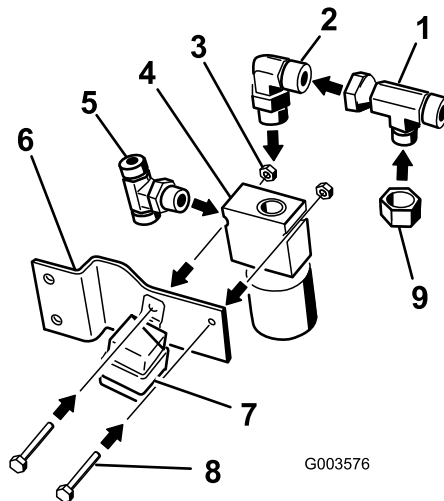

Figura 11
1. Instale os encaixes nos ângulos mostrados nas figuras. Instale o conector em T no lado da válvula. Consulte Figura 11 para obter o conector em T correcto.
2. Instale um pequeno cotovelo de 90 graus na parte superior da válvula (Figura 11).
3. Instale o adaptador do T no cotovelo de 90 graus. Consulte Figura 11 para obter o conector em T correcto.
4. Instale a tampa no adaptador do T (Figura 11).
6. Instale a válvula no suporte da válvula com 2 parafusos (1/4 x 1-3/4 pol.) e 2 porcas (1/4 pol.) (Figura 11).